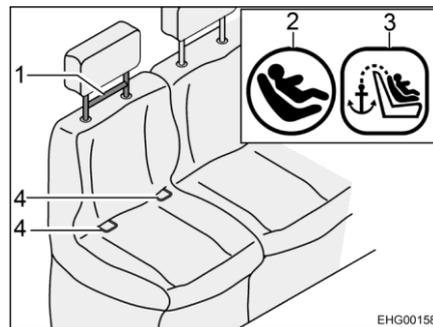
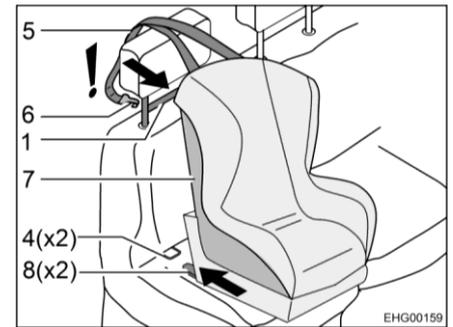

Fig. 3 Sedile con Isofix
Fig. 4 Fissaggio con Isofix
I sedili idonei per Isofix sono dotati del simbolo Isofix (Fig. 3,2). La posizione del Top Tether è contrassegnata da un simbolo (Fig. 3,3).
- Innestare i braccetti di ritenuta (Fig. 4,8) nella staffa di supporto (Fig. 3,4). Al momento dell'innesto dovrebbe essere possibile sentire un "clic".
- Scuotere con decisione il seggiolino per bambini (Fig. 4,7) per verificare che sia ben fissato.
- Portare la cintura Top Tether (Fig. 4,5) sul poggiatesta del sedile.
- Agganciare i ganci di fissaggio (Fig. 4,6) al Top Tether (Fig. 3,1).